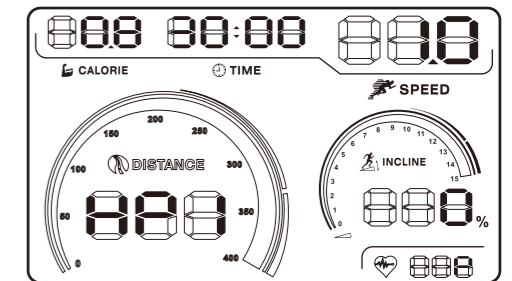

图25
1. 按下面板上心跳控速程序键, 屏幕上会显示HP1(再次按心跳控速程序键, 会进入HP2), 屏幕上方的时间会默认为30分钟, 您可以通过SPEED(速度)的+(增加)/-(减少)键调整时间。(图25所示)。